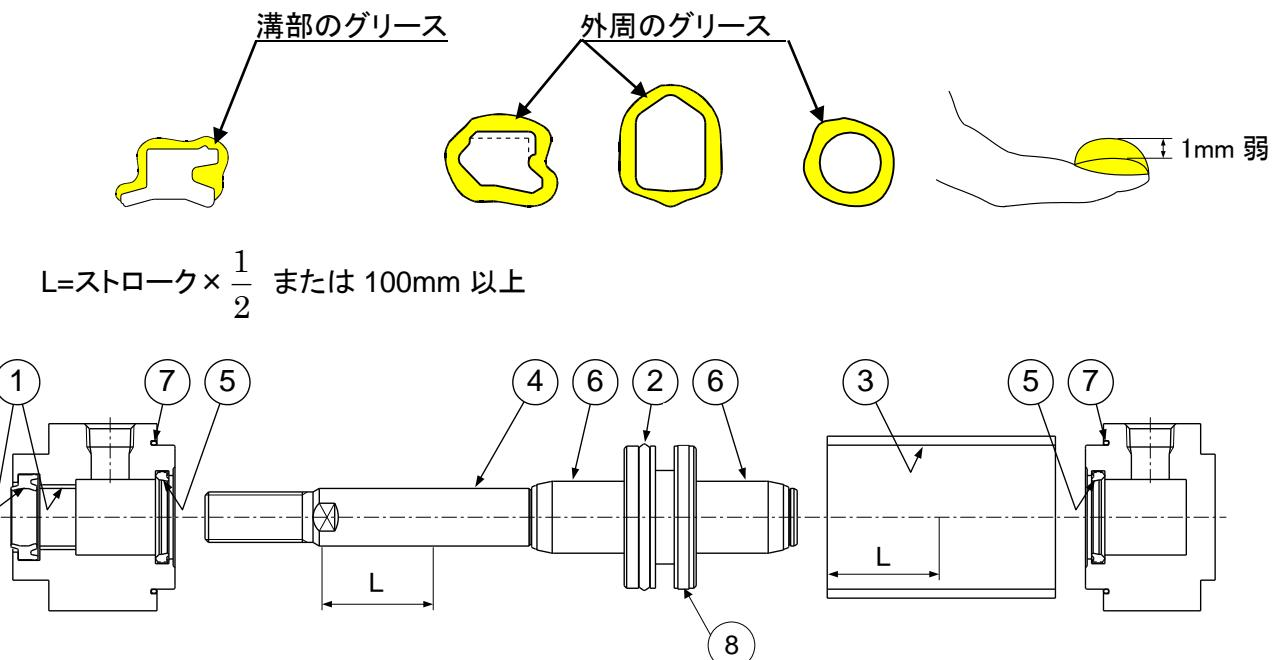

図 6. グリース塗布位置
シリンダの各部品には図 6 の各部分にグリースを塗布しますが、100 ストロークのシリンダ 1 本につき表 7 の量が必要です。目安としては人差指でくった程度が約 3(g)です。
1) ロッドパッキン、クッションパッキン(図 6, ①⑤)
2) ピストンパッキン、ウェアリング (図 6, ②⑧)
3) チューブガスケット (図 6, ⑦)